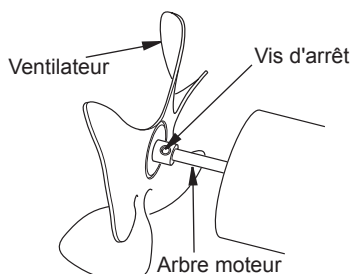

Figure 6 - Emplacement du ventilateur, de l'arbre moteur et de la vis d'arrêt
4. Remplacez le ventilateur sur l'arbre moteur. Assurez-vous que la vis d'arrêt touche l'arrière de la surface plane de l'arbre du moteur (voir figure 6).